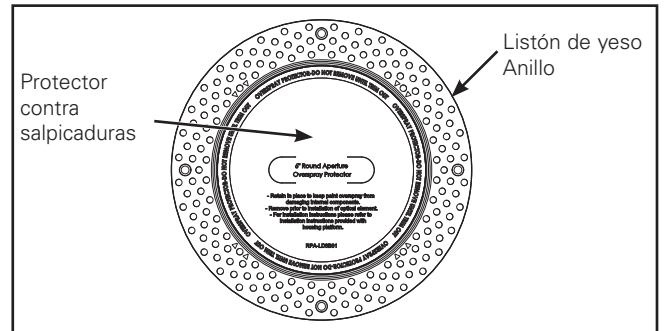

Figura 1.
1. Retire el anillo de yeso del empaque y retire el protector contra salpicaduras (Figura 1) **NO LO DESECHE**.